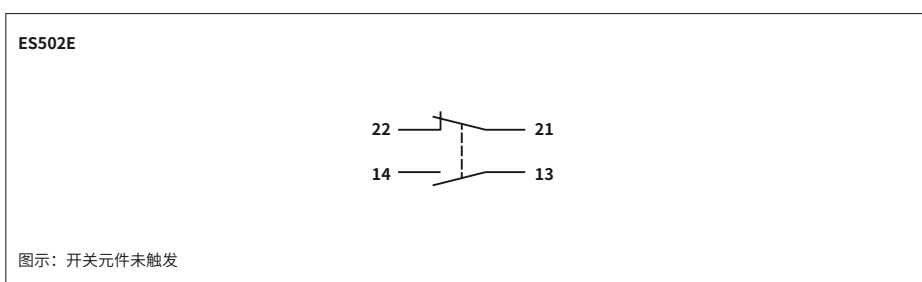

图1: 开关元件和端子分配
有关开关的详细开关状态，请参见图1。其中对所有可用的开关元件进行了介绍。
3. 连接各端子并拧紧（有关端子分配，请参见图1；有关拧紧力矩值，请参见技术数据）。